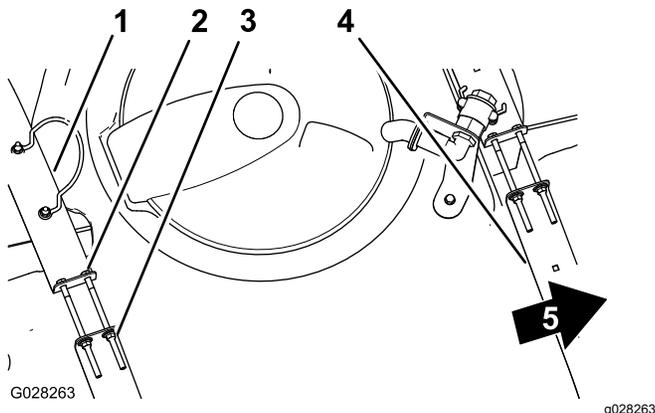

Figura 24
2. Compruebe si hay holgura entre los flejes y el depósito (Figura 24).
3. Si los flejes tienen holgura, apriete las contratuercas con arandela prensada y los pernos del extremo superior de los flejes hasta que los flejes queden apretados contra la superficie del depósito (Figura 24).